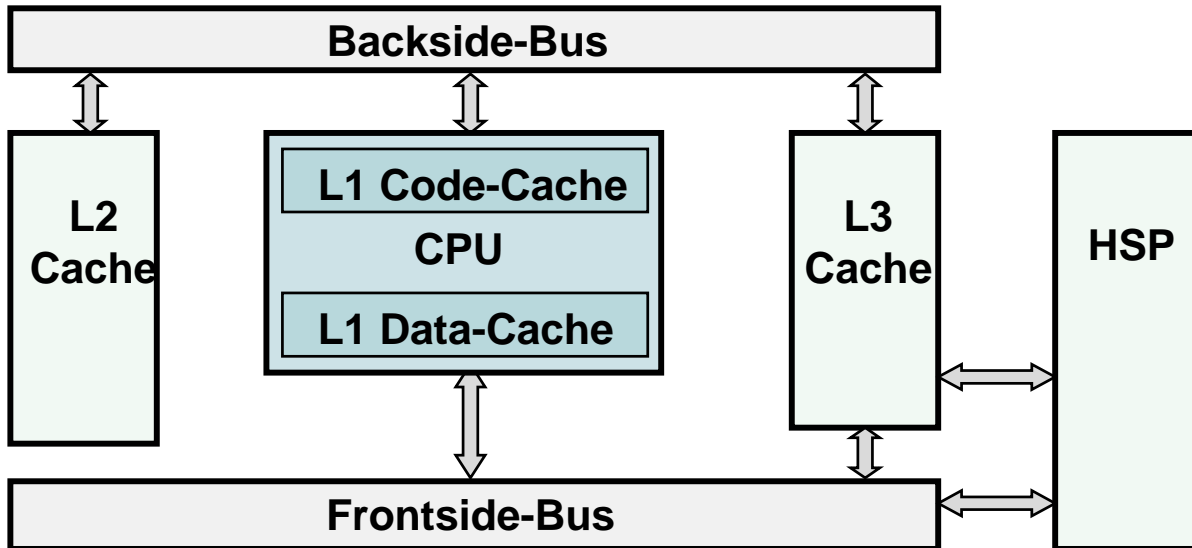

Bild2: Frontside-/Backside-Bus-Struktur
- ◆ Bei leistungsstarken Prozessoren haben sich dagegen Systemstrukturen mit separaten Bussen für Hauptspeicher-/Peripheriezugriffe einerseits (*Frontside-Bus*) und L2-Cache-Zugriffe andererseits (*Backside-Bus*) durchgesetzt (siehe Bild 2), die von Chipsets unterstützt werden. Ist zusätzlich ein L3-Cache vorhanden, so kann der CPU-Kern auch darauf zugreifen - über teilweise separate Datenwege.